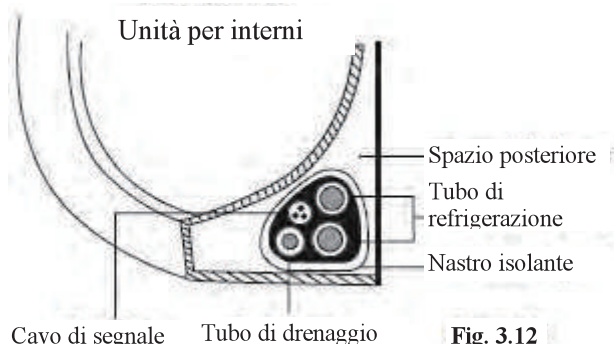

Fig. 3.12
- Avvolgere il tubo di scarico, I tubi di refrigerazione e il cavo di segnale come indicato nella **Fig. 3.12**.
- Usando un nastro isolante, avvolgere il cavo di segnale, i tubi refrigerante e di drenaggio stretti insieme. Verificare di nuovo che tutte gli oggetti siano legati insieme come nella **Fig. 3.12**.